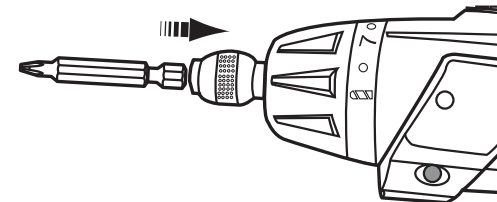

Abb. 3
1. Ziehen Sie die Verriegelungsmuffe (2) der Werkzeugaufnahme (1) nach hinten und halten Sie diese in Position.
2. Setzen Sie einen geeigneten Schraubendreherbit (15) ein (Abb. 3).